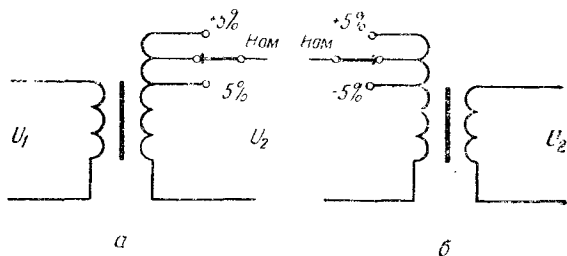

Рис. 104. Регулирование напряжения:
Первый способ — регулирование напряжения изменением числа витков вторичной обмотки (рис. 104, а) — применим в том случае, когда трансформатор используют как повышающий. К обмотке низшего напряжения (без ответвлений) подводят напряжение сети. При
Второй способ — регулирование напряжения изменением числа витков первичной обмотки (рис. 104, б) — называют регулированием напряжения изменением магнитного потока. Если пренебречь падением напряжения в обмотках трансформатора ($U_1 \approx E_1$) и принять, что напряжение сети и частота постоянны по величине, то по формуле (51) $E_1 = 4,44 f w_1 \Phi_m = \text{const}$. Тогда произведение $\Phi_m w_1 = \text{const}$, т. е. при уменьшении числа витков первичной обмотки магнитный поток увеличивается, и наоборот. Для того чтобы увеличить на 5% напряжение на зажимах вторичной обмотки, необходимо уменьшить на 5% число витков первичной обмотки, т. е. перевести переключатель из положения «Ном.» вниз на отметку «-5%».